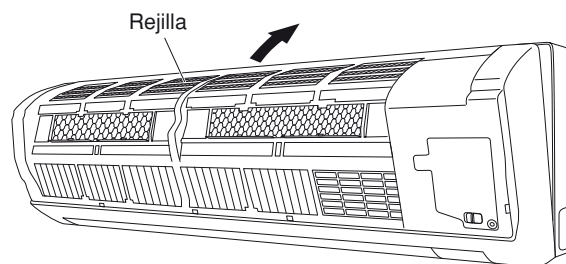

Fig. 18b-2
- (1) Cuando instale la rejilla, ponga primero la parte inferior de la rejilla en el bastidor. (Fig. 18b-2)